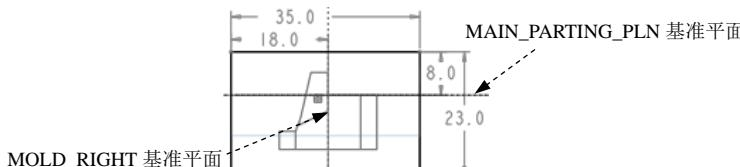

图 19.5 截面草图
(3) 进入截面草绘环境后，系统弹出“参考”对话框，选取 MOLD_RIGHT 和 MAIN_PARTING_PLN 基准平面为草绘参考，然后单击 **关闭(C)** 按钮，绘制图 19.5 所示的截面草图。完成绘制后，单击“草绘”操控板中的“确定”按钮 。
(4) 选取深度类型并输入深度值。在操控板中选择深度类型 (对称)，在深度文本框中输入深度值 15.0，并按回车键。
(5) 完成特征。在操控板中单击 按钮，则完成拉伸特征的创建。